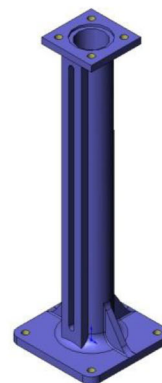

Рис. 10
- Управляющие колонны, прямые (Рис. 10)